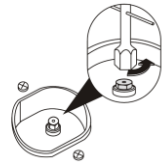
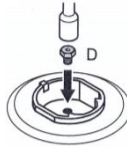
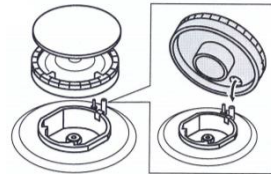

Figura 19.1
Figura 19.2
Figura 19.3
Retire la tapa y el quemador como se indica en la figura 19.1. Destornille el inyector con la ayuda de un destornillador de copa 7 mm como se muestra en la figura 19.1. Coloque el inyector correspondiente (D) como se muestra en la figura 19.2. (Consultar la Tabla 1). Coloque el quemador como se muestra en la figura 19.3. Una vez realizada la conversión, encienda los quemadores uno por uno y configure la longitud de la llama apretando y aflojando el tornillo que está dentro del vástago de la válvula o de la válvula de gas (grifo 19.4) o también desmontando el botón que está en el panel de control.